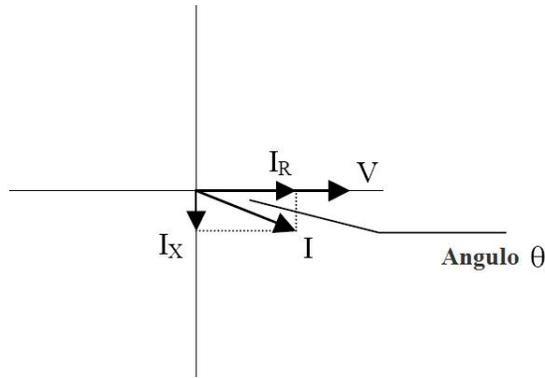

Figura 1.9: Voltaje y Corriente
- La potencia real (y la energía) es el componente de la potencia que es la combinación del voltaje y del valor de la corriente correspondiente que esta directamente en fase con el voltaje. Sin embargo, en una práctica real la corriente total casi nunca esta en fase con el voltaje. Puesto que la corriente no esta en fase con el voltaje, es necesario considerar el componente en fase y el componente que está en cuadratura (angularmente girado 90° ó perpendicular) al voltaje. La figura 1.9 muestra un voltaje y una corriente monofásicos y descompone la corriente en sus componentes en fase y el de cuadratura.
La corriente de cuadratura puede atrasarse al voltaje (según se mostrado en la figura 1.9) o puede adelantarse al voltaje. Cuando la corriente de cuadratura se atrasa al voltaje la carga esta requiriendo ambas potencia real (Watts) y potencia reactiva (VAR's). Cuando la corriente de cuadratura se adelanta el voltaje que la carga está requiriendo la potencia (Watts) pero está entregando potencia reactiva (VAR's) de regreso al sistema; son los VAR's que están fluyendo en la dirección opuesta del flujo de la potencia real.
FP de Desplazamiento = $\cos \Theta$, donde Θ es el ángulo entre el voltaje y la corriente (ver figura 1.9)